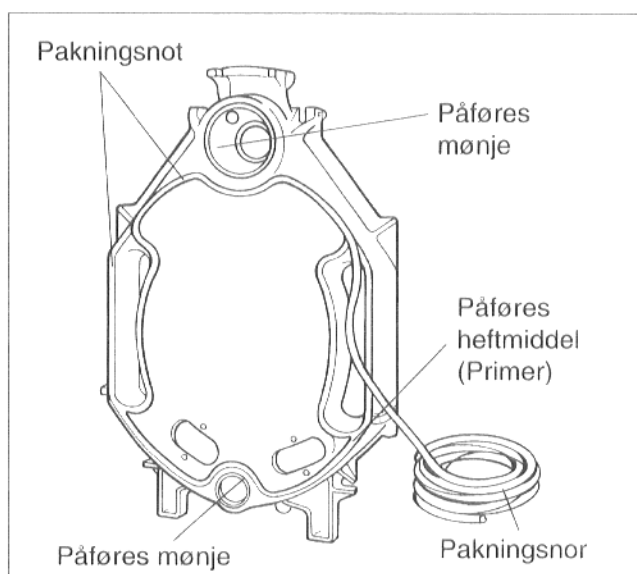

Fig. 11
- Den elastiske pakningsnor legges inn i pakningsnoten på forsiden av bakeelementet. Begynn oppe ved nippelnavet og trykk snoren fast med jamne mellomrom i noten. I skjøten oppe trykkes endene godt sammen med god overlapping (Fig. 11).
- Deretter smøres et godt lag med mønje på tettningsflaten i navet (Fig 11).
- Heftmiddel (primer) smøres på pakningfjærene (Fig. 11).